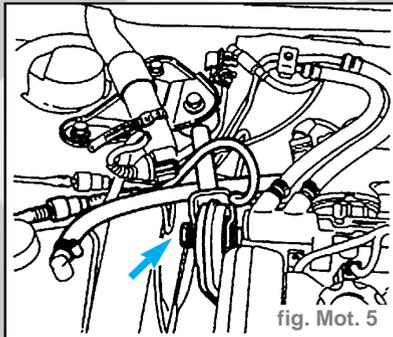

fig. Mot. 5
- Débrancher le tuyau de liquide de refroidissement et le tuyau anti-évacuation, déposer ensuite la biellette de réaction (fig. Mot. 5).